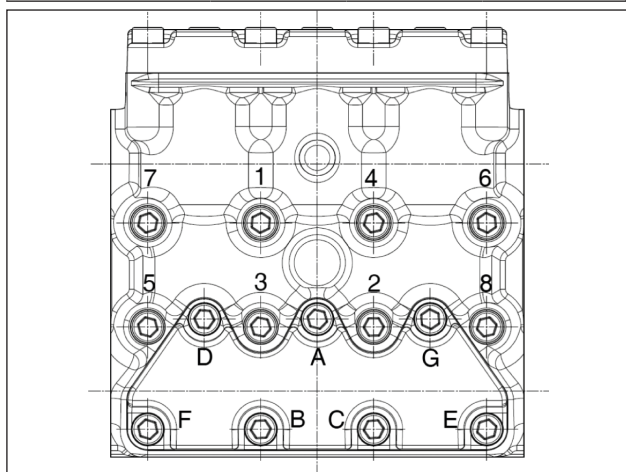

图 24
- ** 分解图部件号39（65-KFR型）的泵头固定螺丝必须按照(图 24)表中所述的顺序用扭力扳手拧紧，并润滑螺纹柄。
- *** 分解图部件号40（61-KFR型）的阀盖固定螺丝必须按照(图 24)表中所述的顺序用扭力扳手拧紧，并润滑螺纹柄。